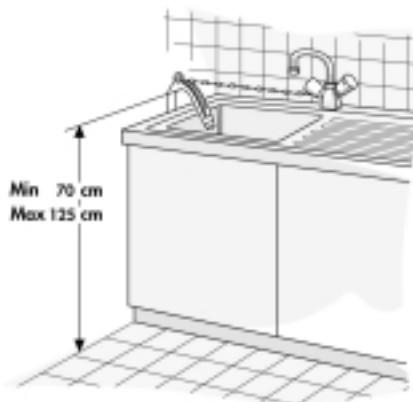

Abb. 2
- 2. Ablauchschlauch entweder am Siphon montieren oder mit dem Krümmer über den Rand eines Wasch- oder Spülbeckens einhängen, (siehe Abb. 2). Kleine Handwaschbecken sind ungeeignet. Beckenrand darf nicht höher als 125 cm über dem Fußboden liegen.
Ablauchschlauch knickfrei verlegen und während des Betriebs gegen Herunterfallen sichern (Abb. 2).